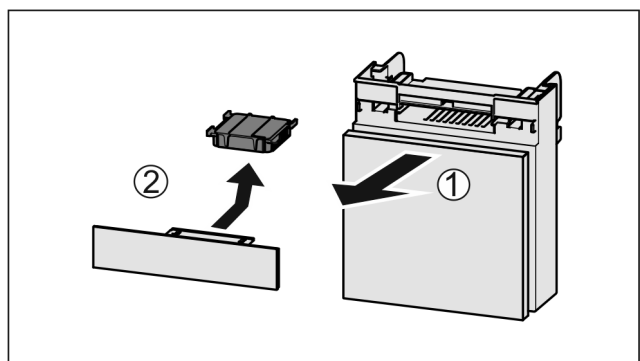

Fig. 102
- ▶ Trekk ut Fig. 102 (1) hyllen fremover.
- ▶ Ta ut Fig. 102 (2) aktivkullfilteret.